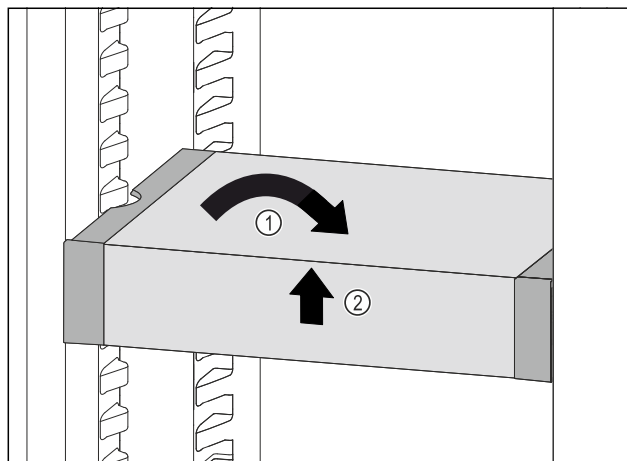

Fig. 87
- Установите VarioSafe прямо. Fig. 87 (1)
- Приподнимите VarioSafe спереди. Fig. 87 (2)